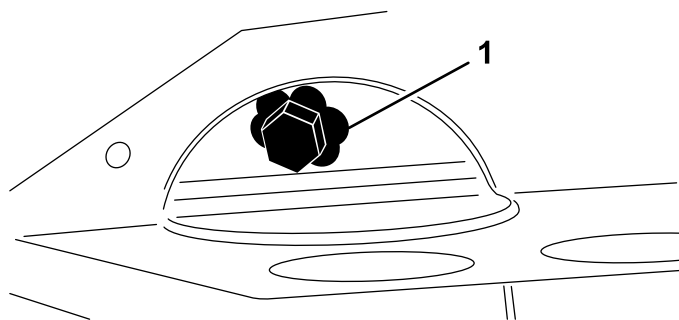

Figura 45
2. Togliete il tappo di spurgo (Figura 45) e lasciate defluire l'olio in una bacinella.